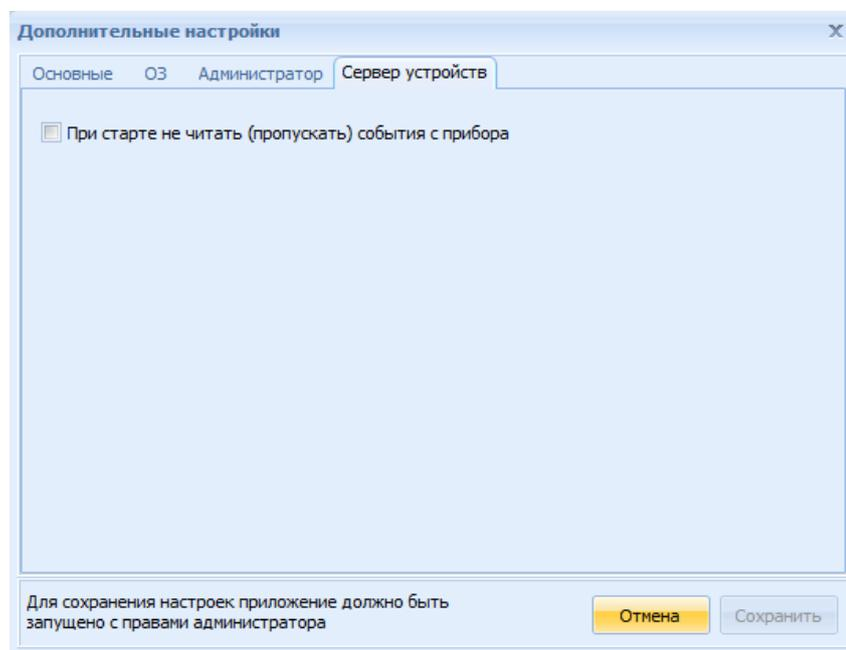

Рисунок 4.13 – Окно "Дополнительные настройки", вкладка "Сервер устройств"
– «Сервер устройств» (рисунок 4.13) – позволяет выбрать считывать или не считывать события с прибора при старте.